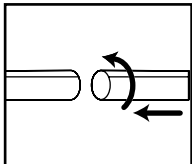

FIGURA 13
16. Acople las varillas de extensión al extremo del accesorio de la manguera. Tuerza ligeramente para apretar la conexión. **FIGURA 13.**
17. Acople uno de los accesorios de limpieza (dependiendo de lo que desee limpiar) a la manguera. Gírelo ligeramente para ajustar la conexión. **FIGURA 13.**